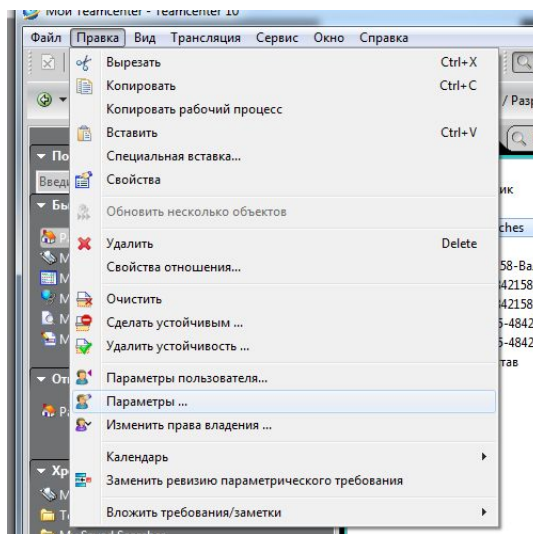

Рис. 27
1. Для добавления данного значка необходимо зайти в **Правка – Параметры** (Рис.27)